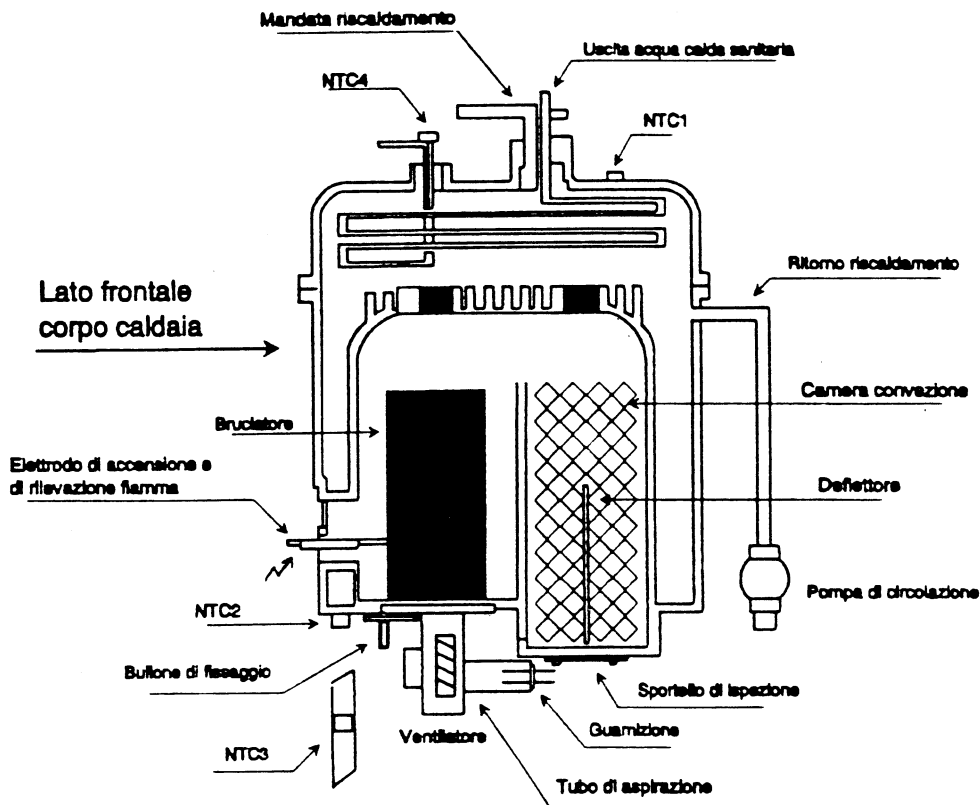

Fig. 17
1. Allentare i due bulloni di fissaggio dello sportello di ispezione (fig. 17).
2. Scollegare i faston dagli NTC 1 e 4 (NTC1 grigio / rosso, NTC4 grigio / nero fig. 17).